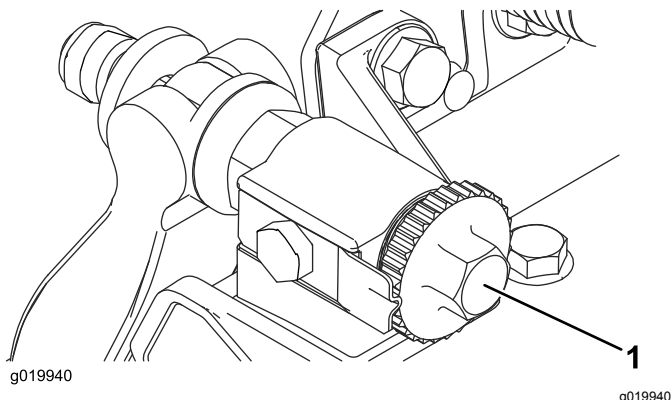

Figura 30
1. Desperte o contacto do cilindro na lâmina rodando os parafusos de ajuste da lâmina (Figura 30) no sentido contrário ao dos ponteiros do relógio até que não exista contacto.